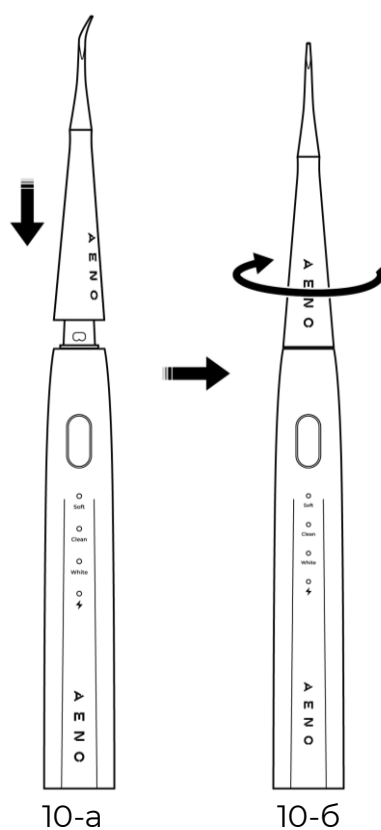
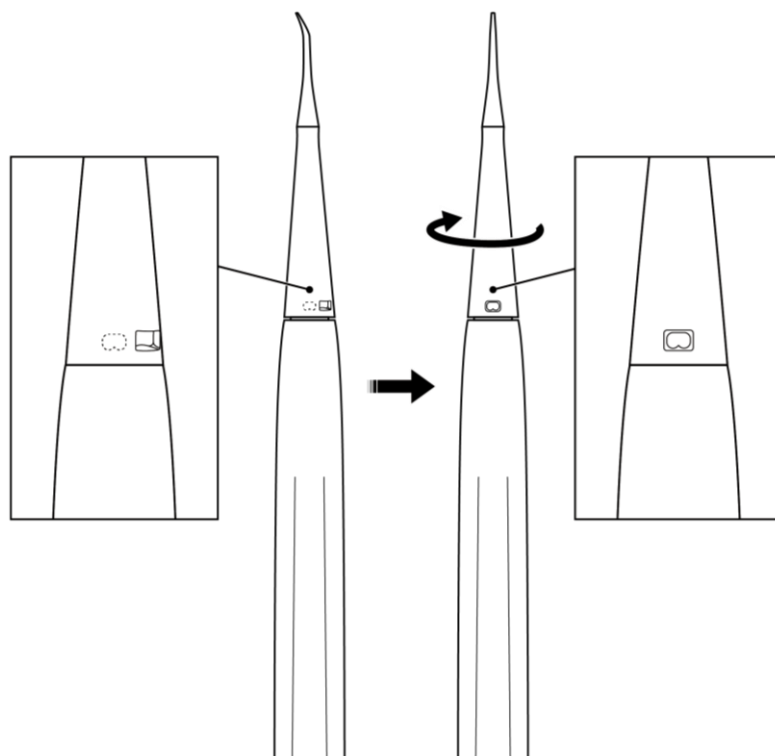

Рисунок 10 – Установка насадки для удаления зубного камня (вид спереди)
Рисунок 11 – Установка насадки для удаления зубного камня (вид сзади)
2. Поверните насадку по часовой стрелке (см. рисунок 10-б). При правильной установке выступ на ручке щетки войдет в паз на насадке и прозвучит щелчок (см. рисунок 11).